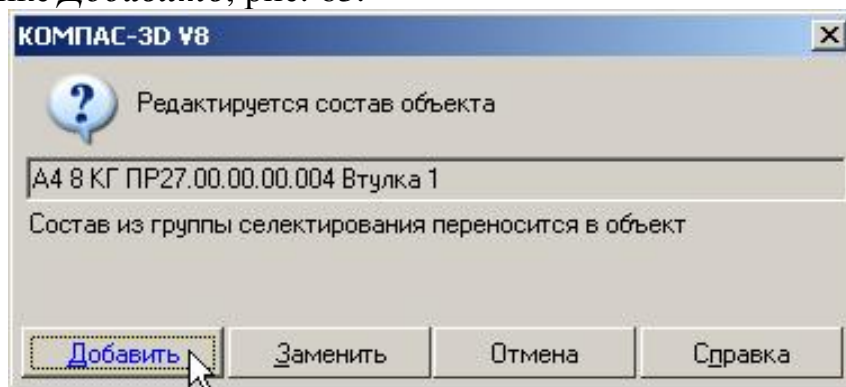

Рис. 63
- 4) В окне сообщения о редактировании состава объекта щелкните на кнопке **Добавить**, рис. 63.